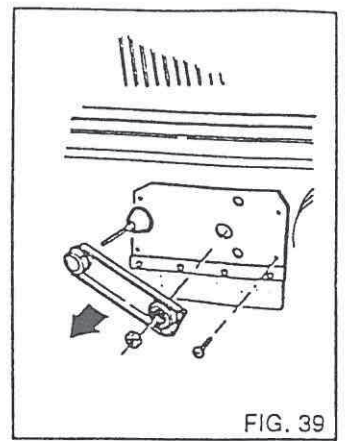

FIG. 39
- 3) Kontermutter und Sicherungssplint der Bürstenhalterung abnehmen. 4 Schrauben des Zwischenblechs entfernen. (Fig. 39)